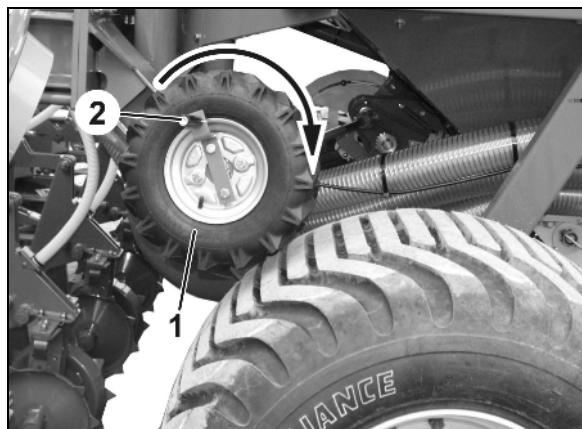

Рис. 110
1. Снимите планки безопасности (Рис. 110/1).
2. Открыть запорные краны (Рис. 110/1).